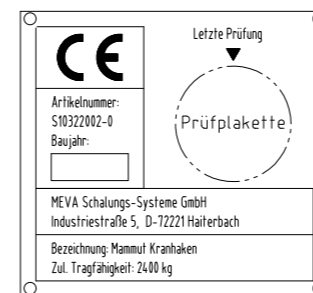

Abb. 8 Typenschild
- einwandfreie Lesbarkeit des Typenschild (Abb. 8)